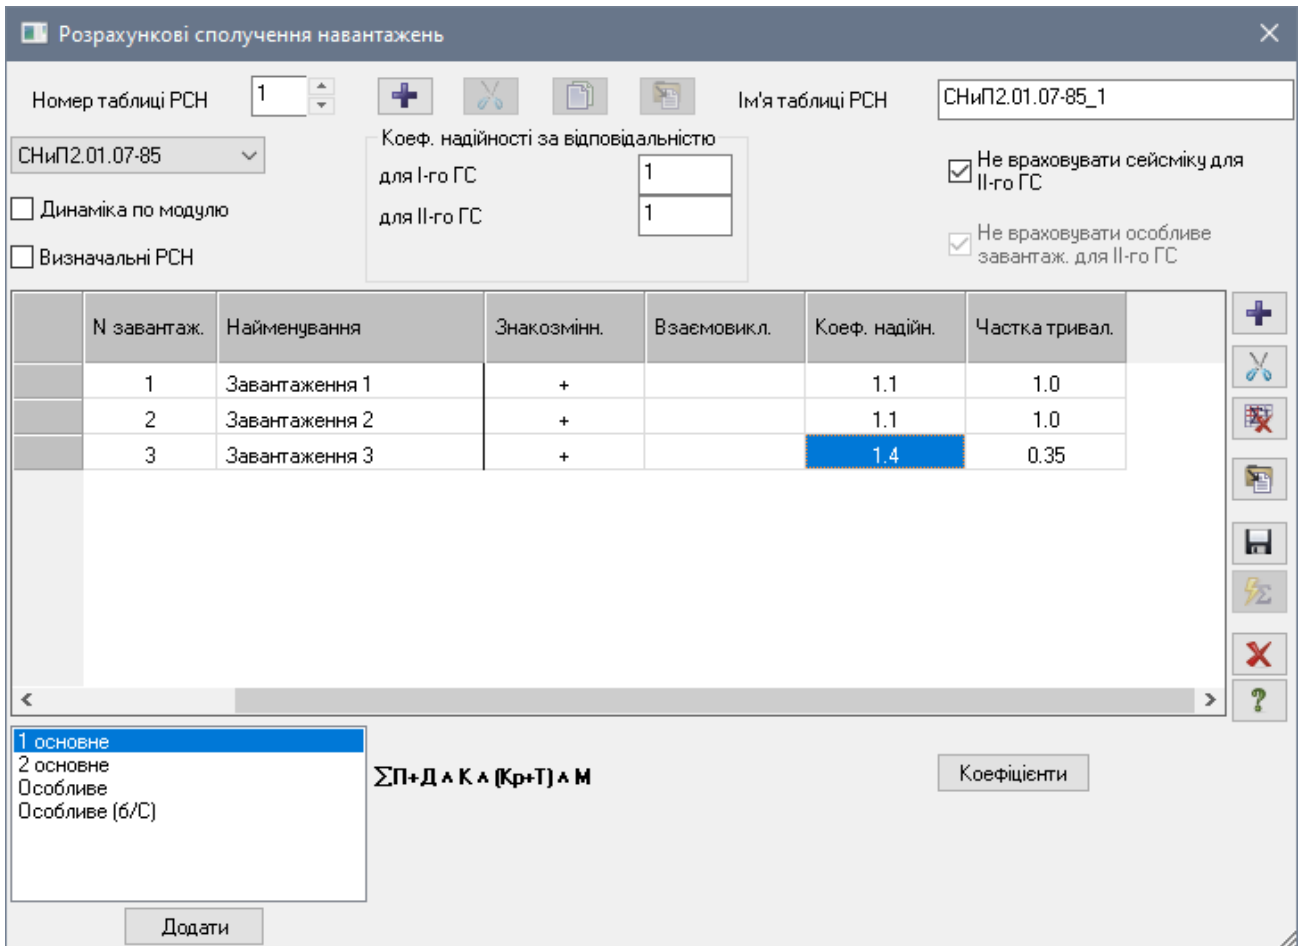

Рис. 9.33. Діалогове вікно **Розрахункові сполучення навантажень**
- Натиснувши на кнопку – **РСН** (панель **Дод. розрахунки** на вкладці **Розрахунок**) відкрийте діалогове вікно **Розрахункові сполучення навантажень** (рис. 9.33).